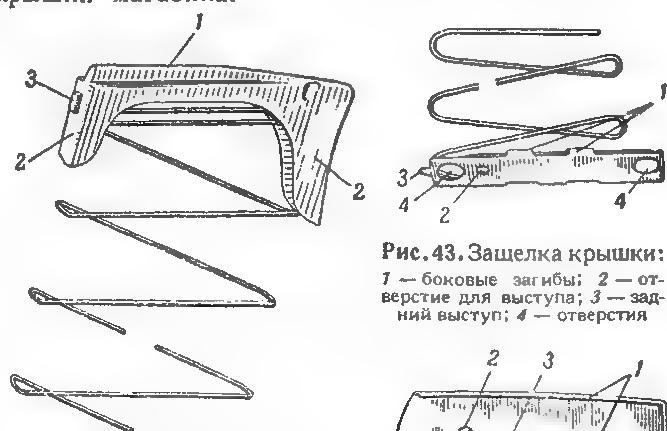

**Рис. 40. Магазин:**
**41. Магазин** (рис. 40) служит для помещения 10 патронов и подачи очередного патрона в окно ствольной коробки, где он захватывается затвором и подается в патронник. Магазин состоит из коробки, подавателя, пружины подавателя, крышки коробки и защелки крышки.